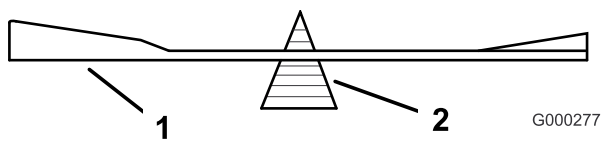
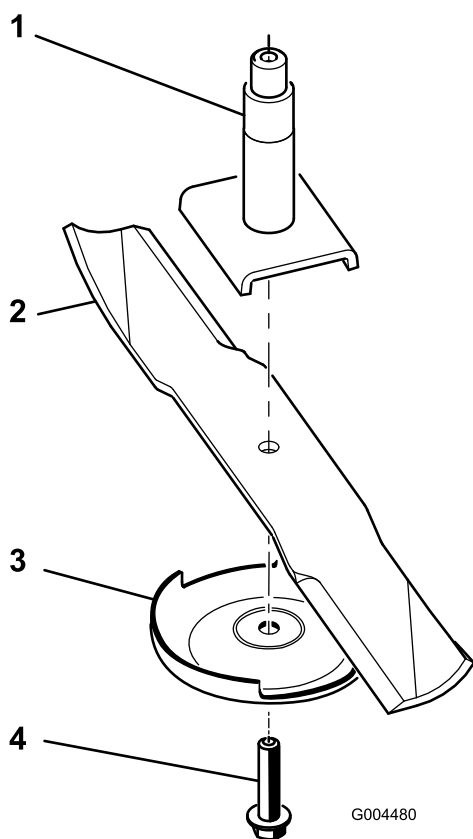

Figure 74
Figure 75
- Enlevez le boulon, la plaque anti-scalp et la lame de l'axe de pivot (Figure 75).
- Vérifiez l'équilibre de la lame en la plaçant sur un équilibreur (Figure 74). Si la lame reste horizontale, elle est équilibrée et peut être utilisée. Si la lame est déséquilibrée, limez un peu l'extrémité de la partie relevée seulement (Figure 75). Répétez cette procédure jusqu'à ce que la lame soit équilibrée.
1. Placez la lame sur l'axe (Figure 75).
2. Montez la plaque anti-scalp et le boulon de lame (Figure 75).